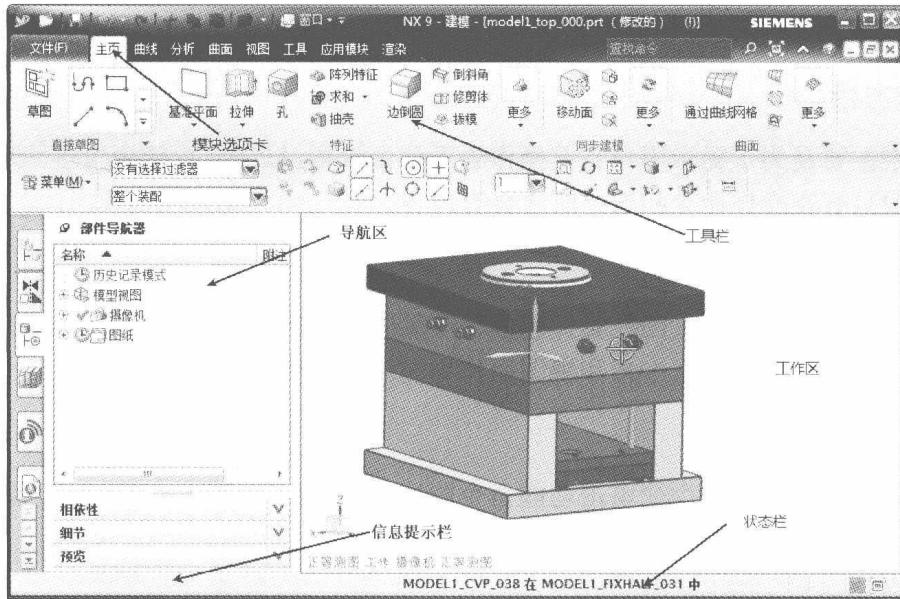

图 1-5 工作界面
此时还不能进行实际操作。选择“文件 (F)”→“新建 (N)”命令或者单击 按钮建立一个新文件，或者选择“文件 (F)”→“打开 (O)”命令或者单击 按钮打开一个已存文件后，系统进入基础环境模块，如图 1-5 所示。
单击待机界面上方的 (新建) 按钮弹出“新建”对话框，在“名称”文本框中输入文件名称，在“文件夹”文本框中指定存储路径，然后单击 确定 按钮即可进入建模模块。其工作界面如图 1-5 所示。UG NX 9.0 的主窗口由模块选项卡、菜单命令按钮、工具栏、导航区、信息提示栏、工作区和状态栏、对话框组成。